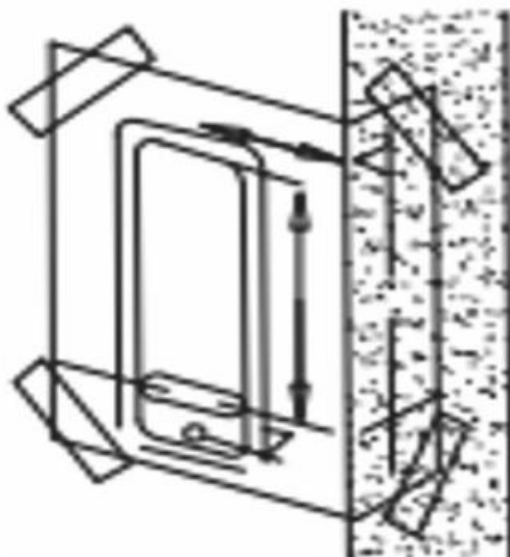

FIG3
1) Prawidłowo umieść i przymocuj szablon (szablon produktu Model 209) powierzchnia drzwi wewnętrznych Wymagana wysokość od podłogi. Upewnij się, że odpowiedni, oznaczony szablon wyrównania krawędzi drzwi powinien być prawidłowo wyrównany z rzeczywistą krawędzią drzwi (jak na rys. 3).